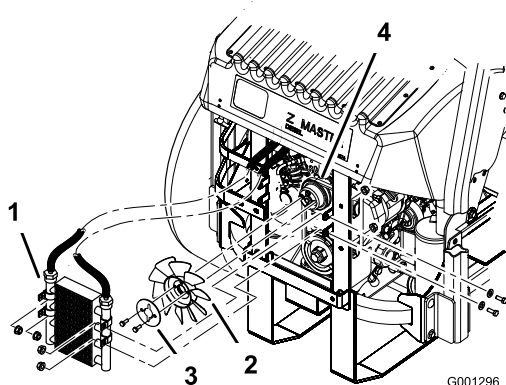

Figure 57
5. Enlevez les 4 boulons de fixation du refroidisseur d'huile et placez ce dernier sur le côté (Figure 57).
6. Enlevez les 2 boulons qui fixent le ventilateur et la plaque du ventilateur à la machine (Figure 57).
10. Montez le ventilateur et sa plaque sur la machine au moyen des 2 boulons retirés précédemment (Figure 57).
11. Remontez le refroidisseur d'huile au moyen des 4 boulons retirés précédemment (Figure 57).